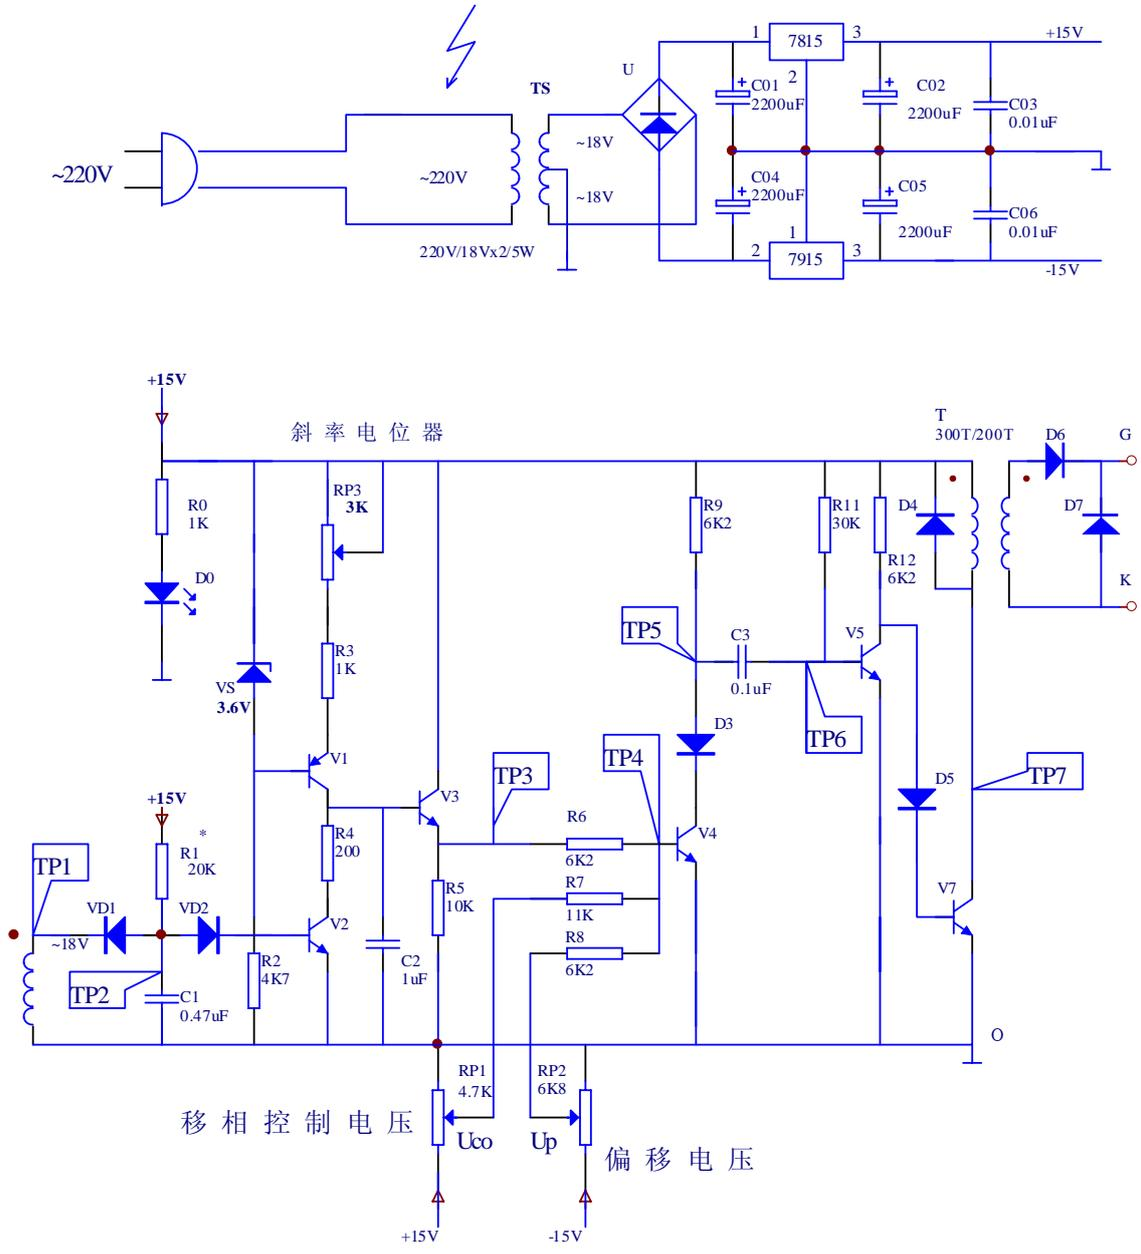
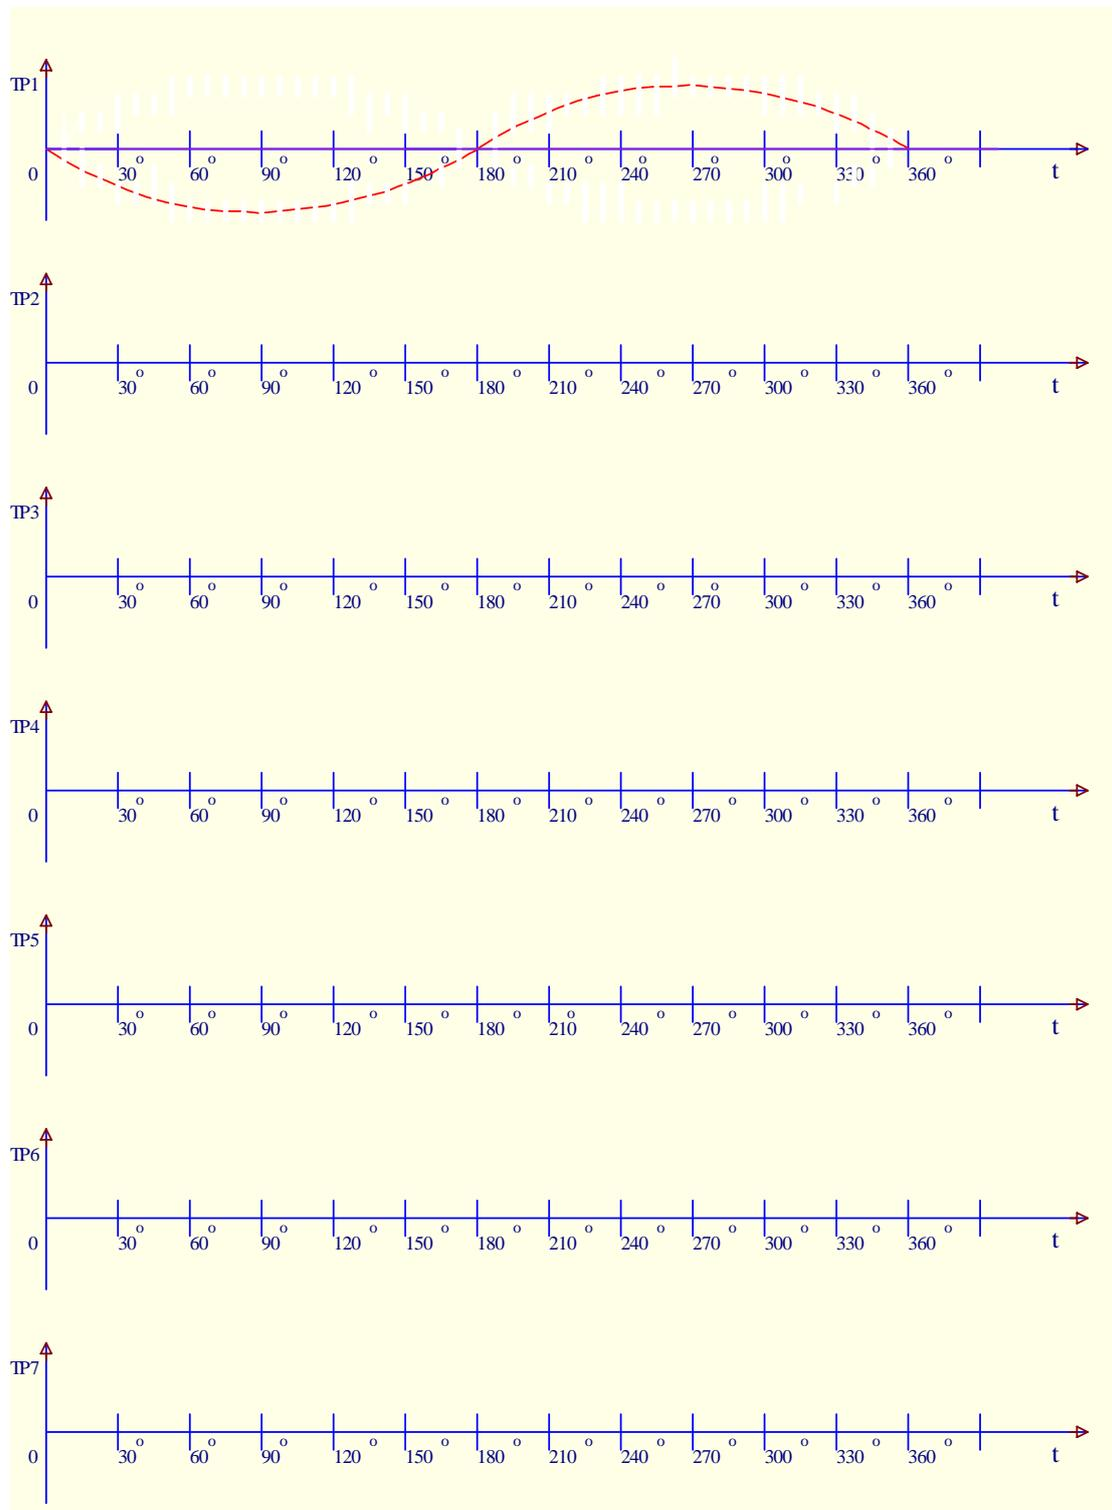
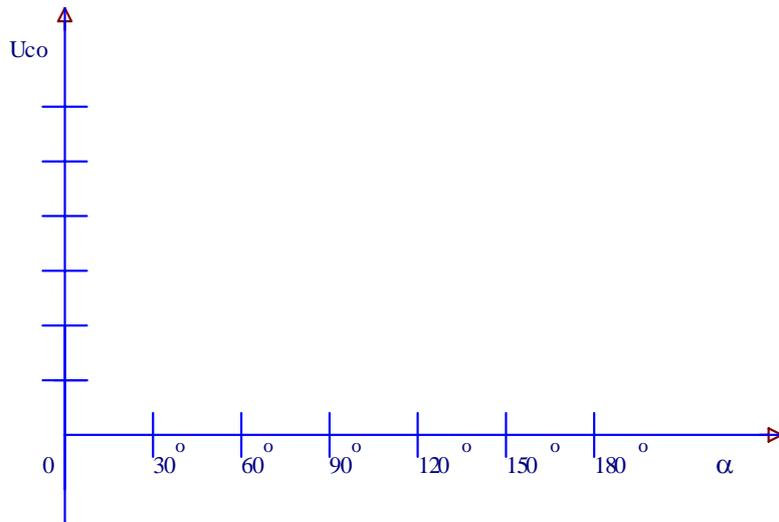

图 2-1 同步信号为锯齿波触发电路
图 2-2 各测量点在同一周期中的波形
图 2-4 测绘移相控制特性 $\alpha = f(U_{co})$
2. 实训线路：见图 2-1。
(1) 复习有关教材、到图书馆查找有关资料，了解、熟悉晶闸管触发电路的要求和工作原理。
(2) 看懂晶闸管触发电路图，分析电路中各点的电压波形。
(3) 手工或计算机（自备）设计印刷电路板图。要求元件排列均匀，印刷电路板大小适中。一般控制信号从左流到右，强电信号从上流到下。**~220V 不能与印刷电路板连接，~220V 的引线要用绝缘胶布牢固扎住。**
(4) 为了避免干扰，绘制印刷电路板图，布置地线时应注意各级电路采用一点接地原则。加粗、缩短地线。
(5) 所有元件相互平衡或垂直。元件引脚、极性正确。同种元件距离印刷电路板的高度一致，布局合理，美观实用。
(6) 绘制的印刷电路板图，经审定后，制作印刷电路板。要求印刷电路板冲洗干净，不含任何腐蚀物。钻孔准确，两面无损。
(7) 对焊接的要求是：净化元件引线和焊点表面，焊接牢固，无虚焊，焊点光亮、圆滑、饱满、无裂纹、大小适中且一致。做到能免维护。
(8) 根据电气原理图反复核对装配好的电路。经审查，同意后，站在电工橡胶绝缘垫上才能通电调试。确保人身安全，防止事故尤其是重大事故发生。
(9) 整定移相控制电压 $U_{co}=0V$ ，偏移电压 $U_p=-4V$ 。调斜率电位器 RP_3 ，改变锯齿波的上升斜率。使测检点 TP_7 的脉冲前沿落在测检点 TP_3 的锯齿波形中央，见图 2-2。以后偏移电位器 RP_2 、斜率电位器 RP_3 不用再调整。
(10) 以图 2-1 中的“0”点为参考点。改变移相控制电压 $U_{co}=0\sim+8V$ ，脉冲的移相范围 $D=0^\circ\sim90^\circ$ 。
(11) 以图 2-1 中的“0”点为参考点。用双线示波器观察测检点 TP_1 — TP_7 在一个工作周期中的波形，测量波形的正、负电压值 (V)；波形的周期 (μS 、 mS)；对齐相位，全部记录在图 2-2 中。
(12) 测绘移相控制特性：用万用表直流电压档测量图 2-1 中移相控制电压 U_{co} 。用示波器观察测检点 TP_7 的脉冲，记录在表 2-1 中。作出 $\alpha = f(U_{co})$ 移相控制特性的函数曲线。绘制在图 2-4 中。
- (1) 脉冲变压器 T 可按图 2-1 给出的数据试绕。保证输出脉冲的幅值为 7~8V。
- (2) 注意双线示波器的地线只用一根，免造成电路短路。
- (3) 遵守纪律，无旷课现象，注意用电安全。
- (4) 根据需要教师可以更改或撤换图 2-1 的电路。
- (5) 按时完成实训，交还实物、工具、搞好清洁卫生。
- (1) 课题名称。
- (2) 实训任务和要求。
- (3) 实训电路工作原理、印刷电路板布线图以及它们的说明。
- (4) 电路调试。对调试中出现的问题进行分析，并说明解决的措施。测试、记录、整理的波形与结果分析，并指出各种波形中其高、低电平表示的意义。
- (5) 改变图 2-1 中 R1 的参数，有什么影响？
- (6) 收获体会，存在问题及进一步的改进意见等。
- (7) 实训总结报告抄写在实验报告纸上。或用计算机打印（自备）。不少于 4000 字，复印件无效。按时上交实训总结报告。